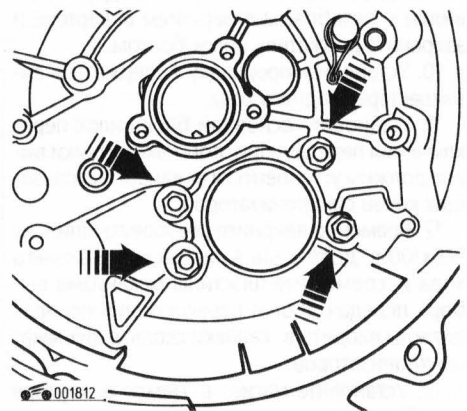

Рис. 5.17. Расположение болтов крепления опоры вторичного вала
23. Выверните болты крепления вторичного вала (рис. 5.17).